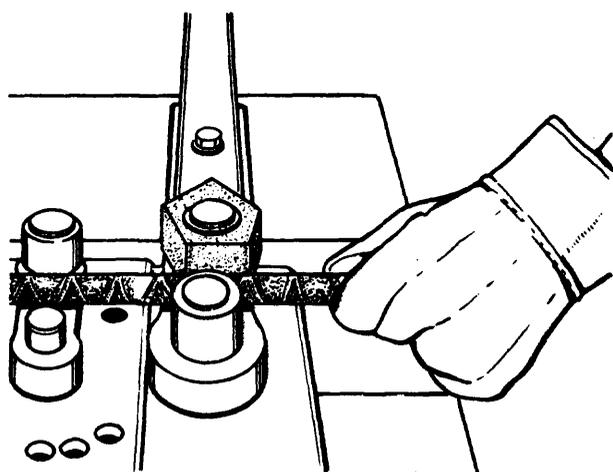

Fig. 2
- 4º paso *Gire la cabilla y coloque la vena de ésta, paralela al dado graduable (fig. 2).*